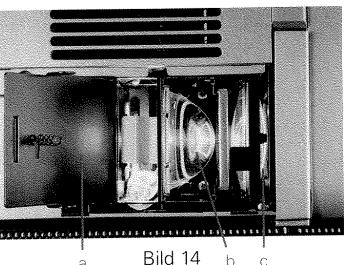

Bild 14
Lampenhausabdeckung (15) nach oben abheben. Lampenhausschutzplatte (a) in Pfeilrichtung entriegeln und hochstellen. Asphärische Linse (b) nach oben entnehmen (Fig. 14). Die Lampen sind nun frei zugänglich. Defekte Halogenlampe nach oben herausziehen. Neue Halogenlampe 24 V/250 W in die Lampenfassung einsetzen.
upwards. Unlock the protection plate (a) in the direction of the arrow and position upwards. Remove the aspherical lens (b) upwards (Fig. 14). The lamps are now freely accessible. Pull faulty lamp upwards. Insert new halogen lamp 24 V/250 W into the socket.
Retirer le couvercle de la boîte à lumière (15) vers le haut, déverrouiller la plaque de protection de la boîte à lumière (a) dans le sens de la flèche et la relever, retirer la lentille asphérique (b) vers le haut (figure 14). Maintenant les lampes sont accessibles. Retirer la lampe halogène défectueuse vers le haut. Mettre en place la nouvelle lampe halogène 24 V / 250 W dans la douille.
Der Wechselkondensor (c) ist austauschbar (Bild 14). Er muß bei Objektiven mit Brennweiten über 150 mm ausgetauscht werden. Hierzu Lampenhausabdeckung (15) nach oben abnehmen und Lampenhausausschutzplatte in Pfeilrichtung entriegeln. Serienmäßig gelieferten Wechselkondensor mit Halterahmen nach oben entnehmen. Wechselkondensor mit Halterrahmen für Brennweiten > 150 mm, (Best.-Nr. 37229) von oben in die Führung einschieben.
The condenser (c) can be replaced (Fig. 14). It must be replaced in the case of lenses with a focal length above 150 mm. Remove the lamp housing' cover (15) upwards and unlock the protective plate in the direction of the arrow. Remove the standard condenser with frame upwards. Insert condenser with frame for focal length > 150 mm, (Order No. 37229) into the guide from above.
Le condenseur alternatif (c) est remplaçable (fig.14). Il doit être remplacé lors de l'utilisation d'objectifs à focales supérieures à 150 mm. Pour ce faire, retirer le couvercle de la boîte à lumière (15) vers le haut et déverrouiller la plaque de protection de la boîte à lumière dans le sens de la flèche. Retirer vers le haut le condenseur alternatif de série avec le cadre-support. Introduire le condenseur alternatif avec le cadre-support pour les focales > 150 mm, (N° Cde 37229) par le haut dans les glissières.